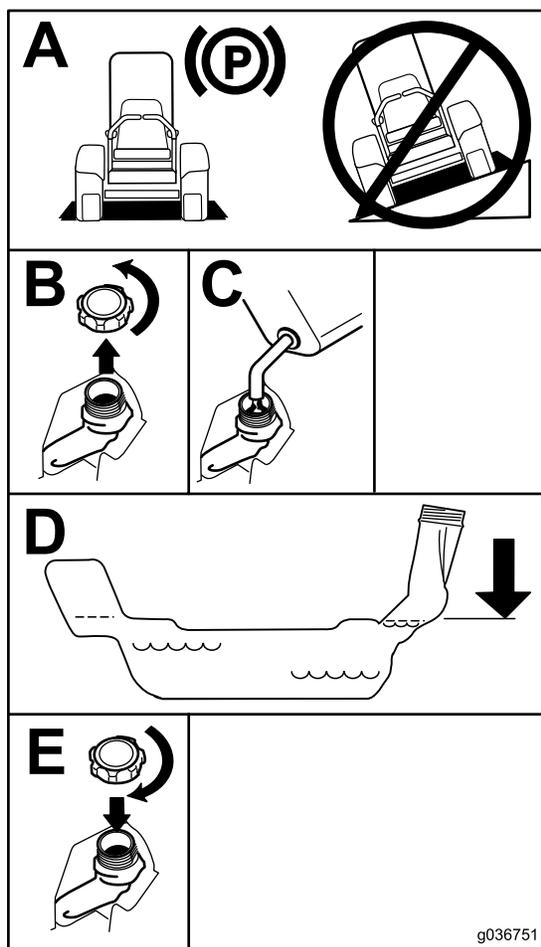

Рисунок 7
5. Заполните топливный бак до нижней кромки заливной горловины (**Рисунок 7**).